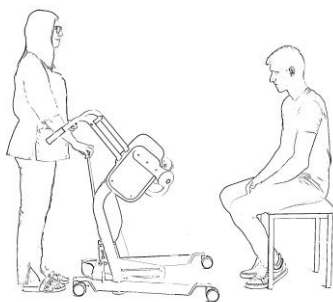

Fig. 1
- 3 Justera den flexibla basen för din Mover – Flexi vid behov och kör fram till patienten. (Se Fig. 1.)